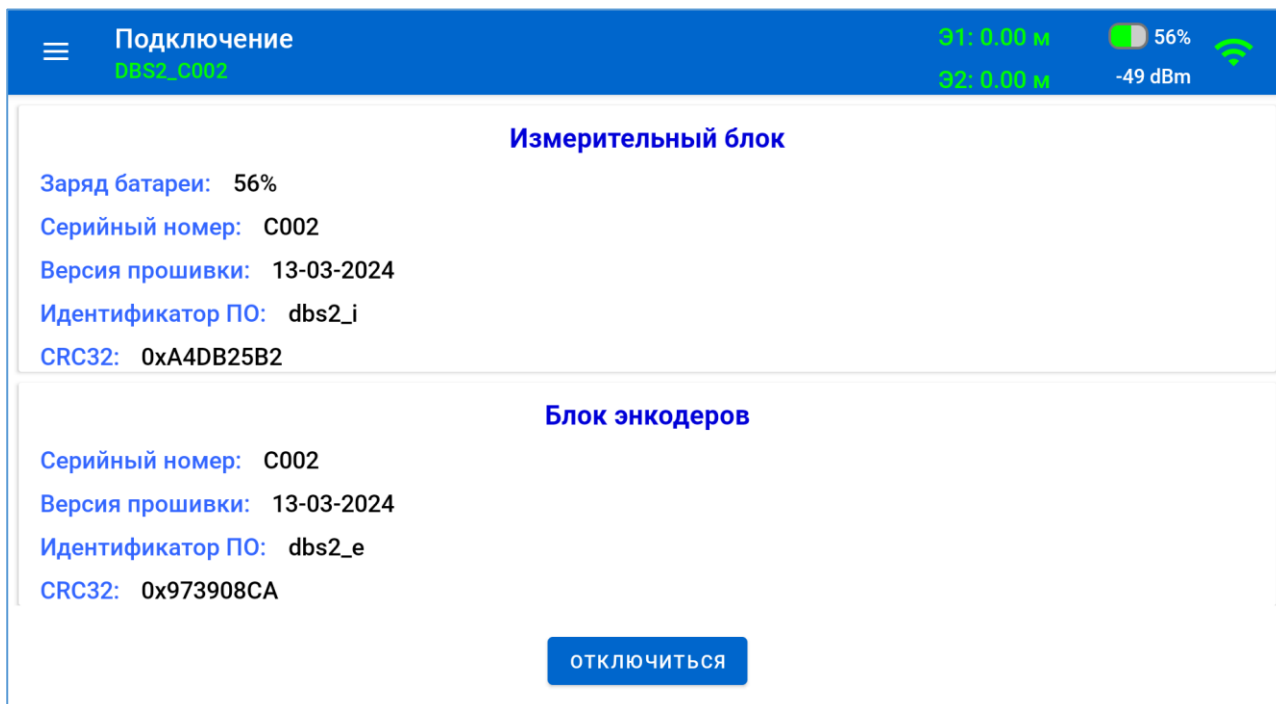

Рисунок 17 – Экран меню «Подключение»,
- контрольная сумма прошивки устройства, рассчитанное по алгоритму CRC32 (рис.17).